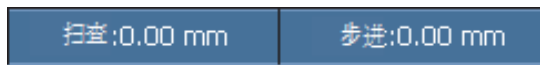

图 6-17 扫查和步进读数栏
- c) 在扫查方向上移动探头和编码器组合件，观察标题栏中的指示器，了解**扫查**或**步进**读数栏区的数值是正值还是负值（参见第 180 页的图 6-17）。